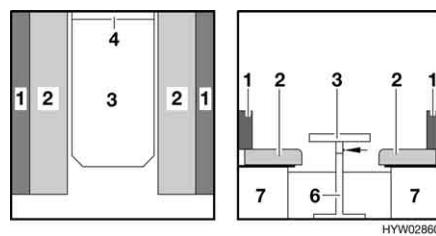

Fig. 75 Prima della trasformazione
- Sistemare i cuscini del divano (Fig. 75,2).
- Sollevare leggermente il piano del tavolo in avanti (Fig. 75,3).
- Sbloccare il piede del tavolo (Fig. 75,6) dall'elemento di fissaggio e ribarbarlo verso l'alto sul lato inferiore del tavolo.